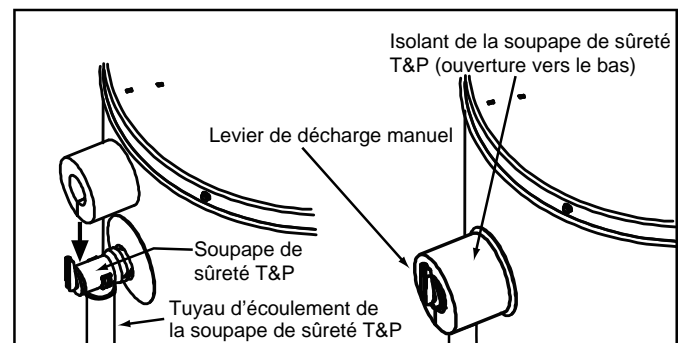

Figure 18.
Repérez la soupape de sûreté température et pression (souvent appelée soupape de sûreté T&P) Voir Figure 18.
2. Séparez délicatement ces deux parties et placez le morceau d'isolant sur la soupape de sûreté T&P. Voir Figure 18. Appuyez légèrement sur l'isolant afin qu'il entre bien en contact avec la soupape de sûreté T&P. Une fois l'isolant bien ajusté, fixez-le en place à l'aide de ruban à conduit, électrique ou l'équivalent. **Important:** l'isolant ou le ruban ne doit pas bloquer l'ouverture de décharge de la soupape ou l'accès au levier de décharge (Figure 18). Assurez-vous que le tuyau d'écoulement est correctement inséré dans l'ouverture de la soupape de sûreté T&P, comme décrit dans ce manuel.